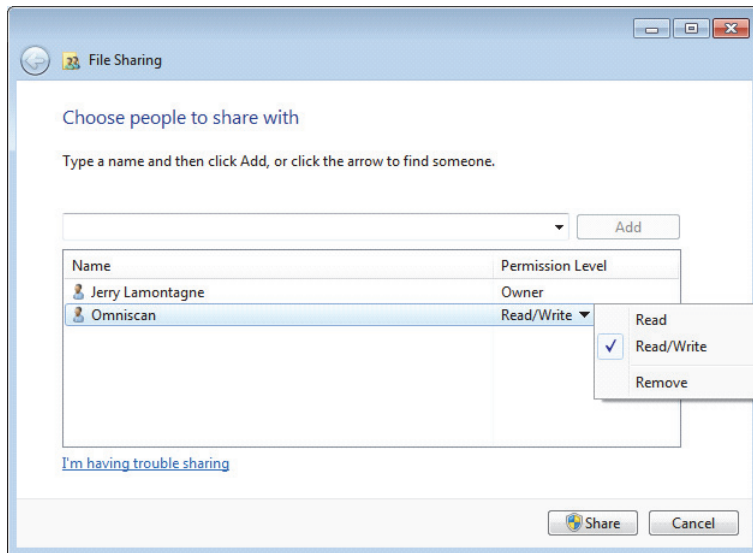

Figura 7-29 Ajuste de permisos en el cuadro de diálogo Permissions in the File Sharing (Windows 7)
6. En la sección **Permission Level** (Nivel de permiso), seleccione la opción **Read/Write** (Leer/Escribir) para **Omniscan**. Véase la Figura 7-29 en la página 239.